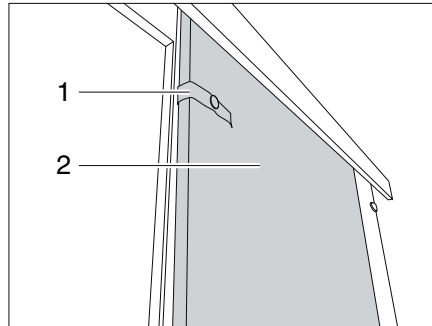

Fig. 78 Puerta corredera
- Soltar la cinta de seguridad (Fig. 78,1).
- Empujar la puerta corredera (Fig. 78,2) a la posición de cierre.
- Dirigir la puerta corredera (Fig. 78,2) a la posición de apertura.
- Fijar la puerta corredera con la cinta de seguridad (Fig. 78,1).